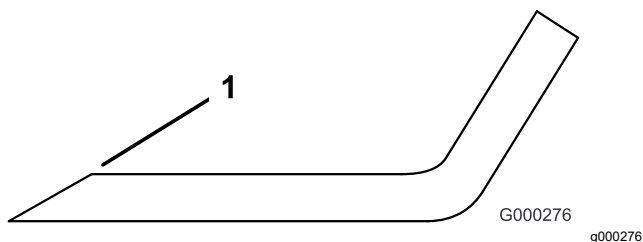

Figura 77
3. Inspeccione los filos de corte de todas las cuchillas y afílelos si están romos o tienen mellas (Figura 77).
Nota: Afile únicamente la parte superior del filo y mantenga el ángulo de corte original para asegurar un filo correcto (Figura 77). La cuchilla permanece equilibrada si se retira la misma cantidad de material de ambos filos de corte.